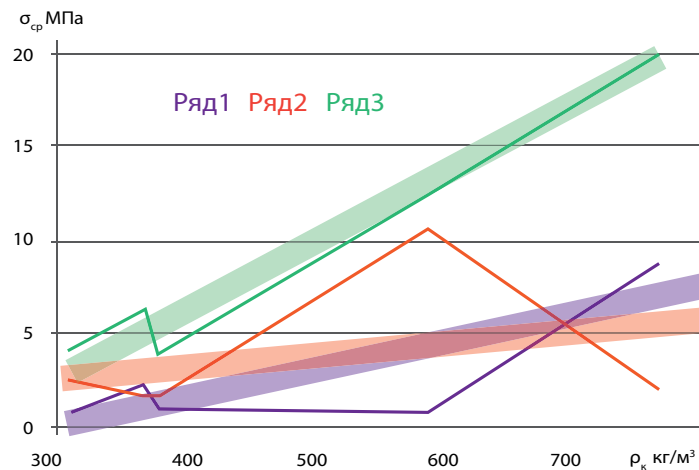

Рис. 6. Влияние плотности коры на ее прочность
На рис. 6 представлены графики, составленные по данным исследований советского ученого Олега Покрышкина² коры различных деревьев в широком диапазоне изменения плотности $\rho_k = 310$ –770 кг/м³, которые демонстрируют ее влияние на изменения пределов прочности коры на сжатие $\sigma_{сж}$ (1), разрыв σ_r (2), и производную от этих прочностных характеристик – предела прочности на срез $\sigma_{ср}$ (3) по Кулону-Мора, равного
Анализ данных, представленных на рис. 6, свидетельствует о линейной связи прочностных характеристик с плотностью коры. Этот вывод имеет первостепенное значение при рассмотрении механизмов формирования волн сжатия и разгрузки – как при статических, так и в первую очередь при динамических нагрузках на кору и древесину, поскольку показатели плотности ρ и скорости продольной волны C_p (а интегрально – их произведение, то есть акустическая жесткость материала λ) оказывают существенное влияние на разрушение анизотропных низкоплотных структур.